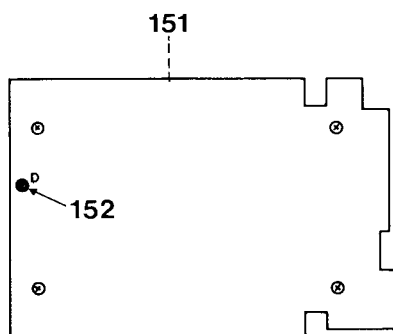

Fig. 48
- Die vier Kreuzschlitzschrauben herausnehmen (siehe Abb. 48).
- Take out the four star-head screws (Fig. 48).
- Ôter les quatre vis à tête cruciforme (fig. 48).
- Lever les verrous 170 de 1 à 2 mm seulement et retirer de la carte à circuit imprimé les quatre faisceaux de fils avec les logements de prises (fig. 48 b et 48 c).